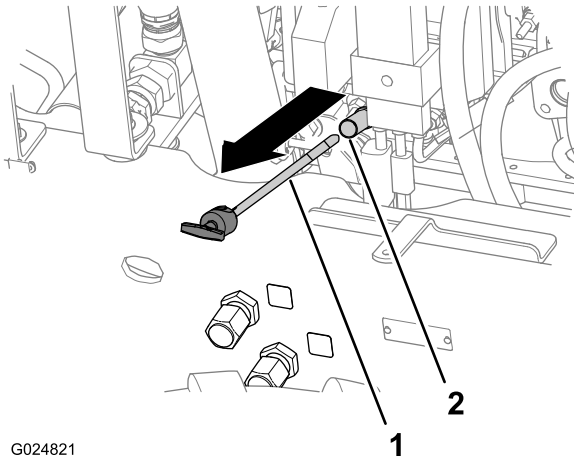

Figura 23
4. Retire la varilla y límpiela con un trapo limpio (Figura 23).
5. Inserte totalmente la varilla en el tubo de la varilla y, a continuación, sáquela (Figura 23).